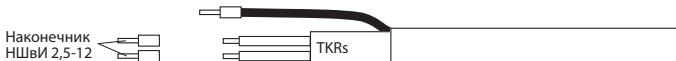

Рис. 7
5.1.7. Надеть на токопроводящие жилы штыревые наконечники и обжать их ручным кремпером, затем выдержать нагревательный кабель со смонтированной на ней муфтой соединительной до полного затвердения герметика (около 12 часов) (см. рис. 7).